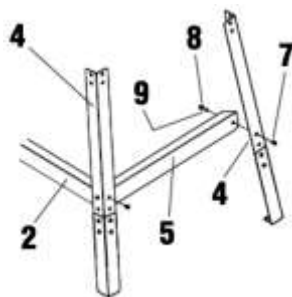

fig. 3
9. Positionnez le renfort court inférieur (n° 5) pour que chacune de ses extrémités soit alignée avec les renforts longs inférieurs (fig. 3).
10. Insérez 2 boulons de carrosserie dans les trous de montage alignés sur les 2 pattes et le renfort court inférieur, puis serrez-les partiellement (fig. 3).